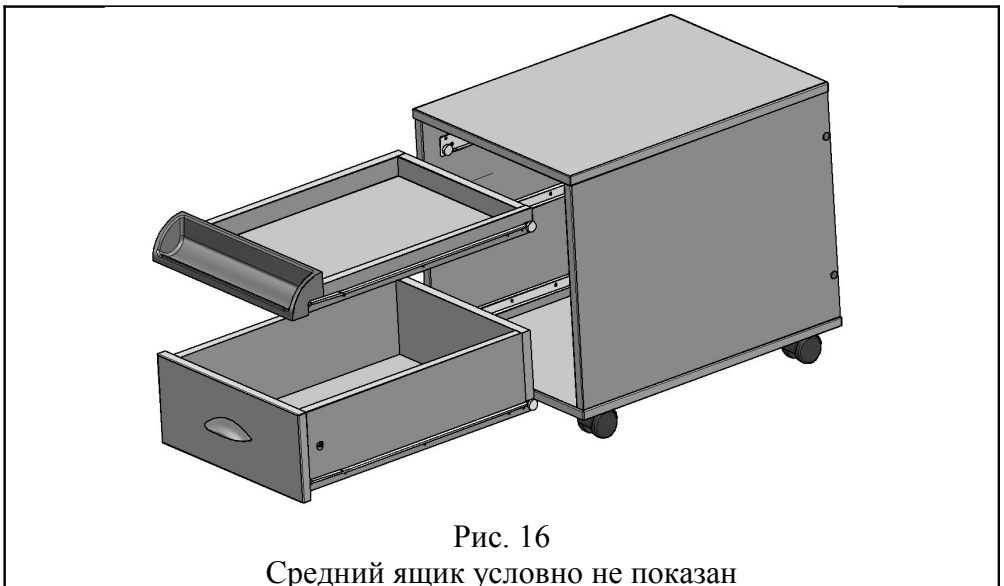

Рис. 16
4.3.1. В корпус тумбочки (сборка по п. 4.1.10.) вставить нижний и средний ящики (сборка по п. 4.2.6.), верхний ящик (поз. 1). (См. рис. 16).